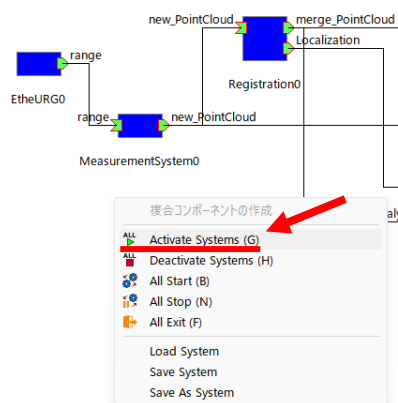
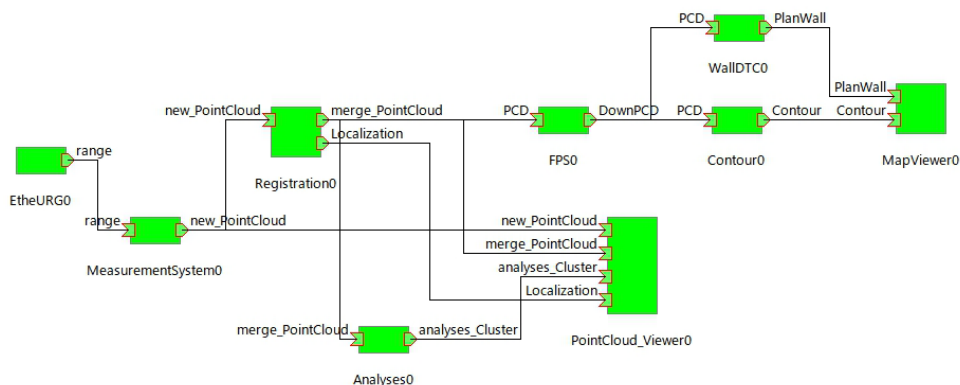

図 48 [System Editor]上の空白部分で[右クリック]し, 表示させた[ALL Activate Systems]
図 49 すべての RTC が有効となった状態
- ① 図 48 のように[System Editor]上の空白部分で[右クリック]し, [ALL Activate Systems] をクリックし, 図 49 のようにすべての RTC が有効になる。
- ② 図 49 のように MeasurementSystem RTC を[Activate]することで LiDAR による計測が開始される。また, 計測終了後に図 50 のようにコメントが表示されるため, この指示の通り MeasurementSystem RTC を[Deactivate]することで計測が 1 回終了する。再度計測する前に PointCloud_View0 RTC を[Deactivate]することで, これらの RTC においてプログラムの実行が一度終了し, 計測と可視化を再度実行する準備ができる。